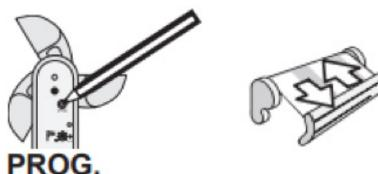

Imagen 31: Botón de programación del sensor viento y movimiento de subida y bajada de motores “iclack-clack!”.
- d. Pulsar brevemente el botón de programación (PROG. - imagen 31) del sensor de viento Eolis IO, hasta escuchar de nuevo el mismo sonido de los motores “iclack-clack!”.